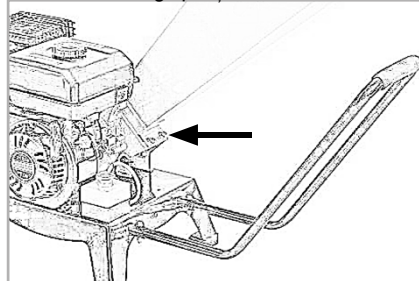

Fig.4
- Montați cuva (gura de alimentare) peste camera de tocare prin intermediul șuruburilor din kitul de montaj (fig.4).